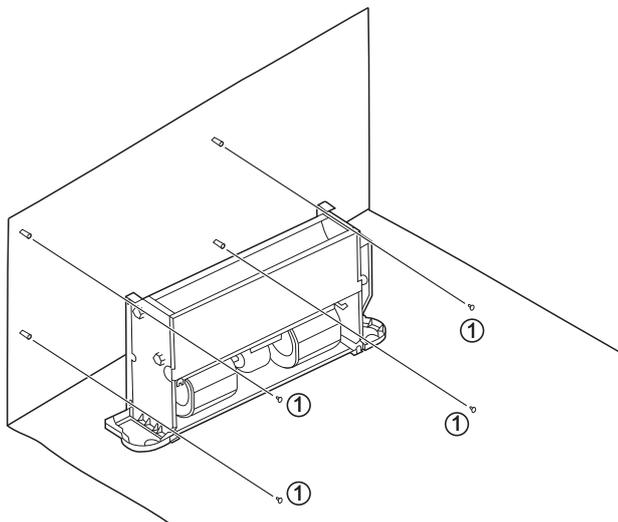

Abb. 5-2 Ansicht zur Befestigung des Gehäuses
Das Abflussrohr für das Kondenswasser sollte so glatt sein, dass ein ungehinderter Wasserabfluss möglich ist. Ziehen Sie, wie in dargestellt, vier Schrauben (1) in die Wand ein (Abbildung 5-2).